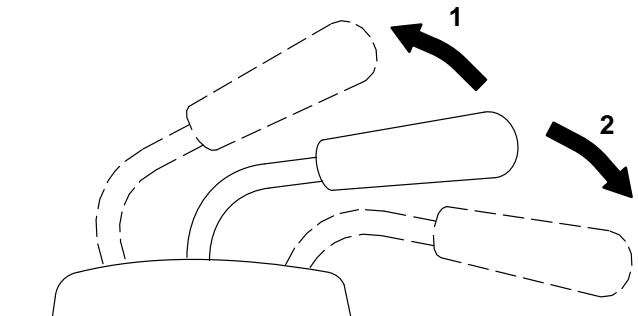

Abbildung 22
2. Den Hubhebel nach OBEN ziehen, um das Zusatzgerät anzuheben (Abb. 22). Dadurch wird das Zusatzgerät angehoben und in gehobener Position gehalten.
2. Den Hubhebel nach UNTEN drücken, um das Zusatzgerät abzusenken (Abb. 22).